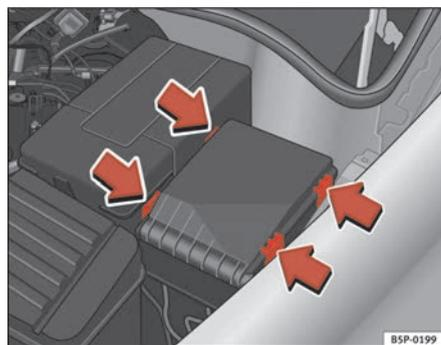

Fig. 161 Copertura della scatola dei fusibili nel vano motore
- Rimuovere la copertura dei fusibili situata nel vano motore premendo le linguette verso il centro della copertura ⇒ fig. 161.